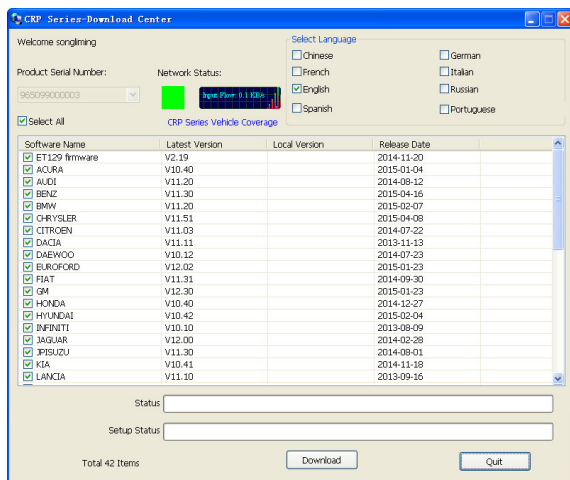

Рис. 7-7
10. Повторно откройте пакет обновлений программ для CRP и выберите обновления, которые требуется установить или нажмите кнопку [Select All] (выбрать все), затем нажмите [Download] (загрузить) (рис. 7-7)